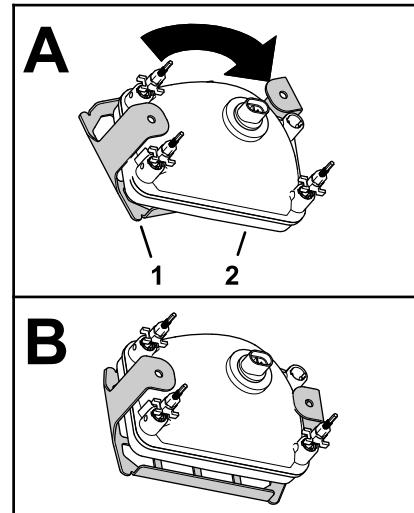

Рисунок 45
4. Установите защиту фар на фары, как показано на Рисунок 45.
7. Прикрепите защиту фар к монтажным кронштейнам фар (Рисунок 45) при помощи 4 фланцевых болтов (5/16 x 5/8 дюйма).